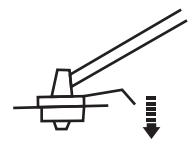

Fig. 19
- > La tête du coupe-herbe comporte un butoir [33] permettant de couper le fil de coupe [34] en cours d'utilisation. Pour rallonger le fil de coupe, tapotez le butoir contre une surface dure (Fig. 19).